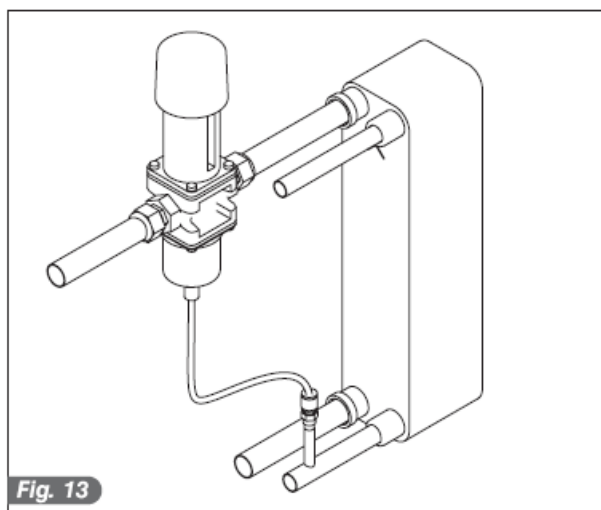

Fig. 13
- Ved inspektion af systemet, med maskinen stoppet og vandet tilkoblet, kontroller da at kondensafræningsrøret ikke lader vand slippe ud, er dette tilfældet, reguleres trykventilen således at udslippet stopper (se fig.13).